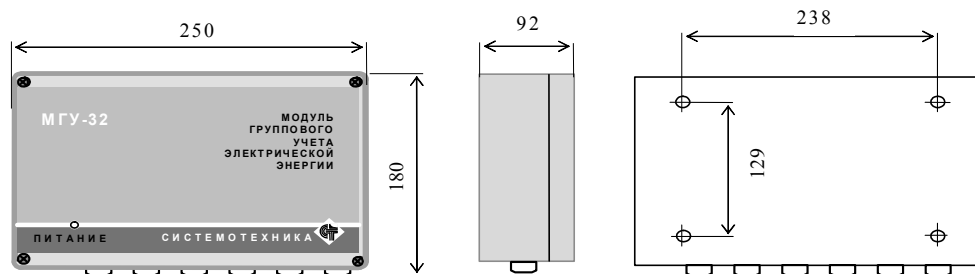

Рис. 2. Габаритные и установочные размеры модуля
Модуль выполнен в корпусе из поликарбоната. Исполнение корпуса - навесное, степень защиты IP65. Все внешние подключения осуществляются через штыревые разъемы. Габаритные и установочные размеры модуля приведены на рис. 2.
5.1.3 Разметка отверстий для крепления модуля приведена на рис.2.